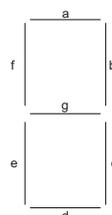

FIGURE 4.3 – Décomposition d'un afficheur 7 segments
- Un afficheur 7 segments. Chaque segment de cet afficheur est lié avec un signal indépendant (de *Seg7_a_o* à *Seg7_g_o*). Ceci permet de commander chaque segment individuellement selon la figure 4.3.